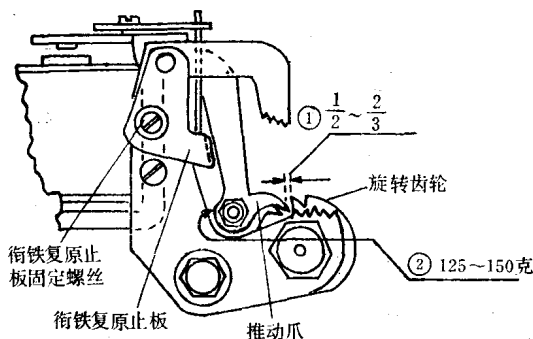
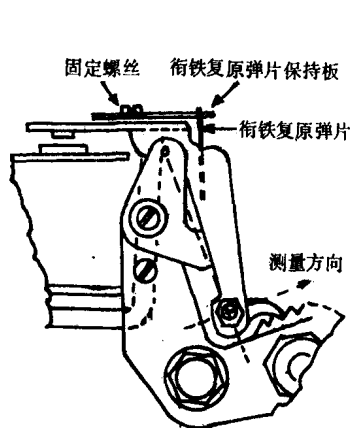

图 6
图 7
(3) 齿止弹片的固定位置，应停在距推动爪前的第11步齿槽内。根据经验，齿止弹片的前弯曲部分和旋转位置表示盘基本取齐。
7. 衔铁复原止板调整：以衔铁轴为中心，移动衔铁复原止板，使衔铁复原时，推动爪的前端停在旋转齿齿面的 $\frac{1}{2} \sim \frac{2}{3}$ 处，再拧紧衔铁复原止板固定螺丝，如图6中之①所示。
(1) 在衔铁静止时，在推动爪轴外侧处测量衔铁复原弹片的弹力应为125~150克，如图6中之②所示。用弹力计测量时，其测量点在衔铁轴与推动爪轴连线垂直交叉点处，如图7所示。